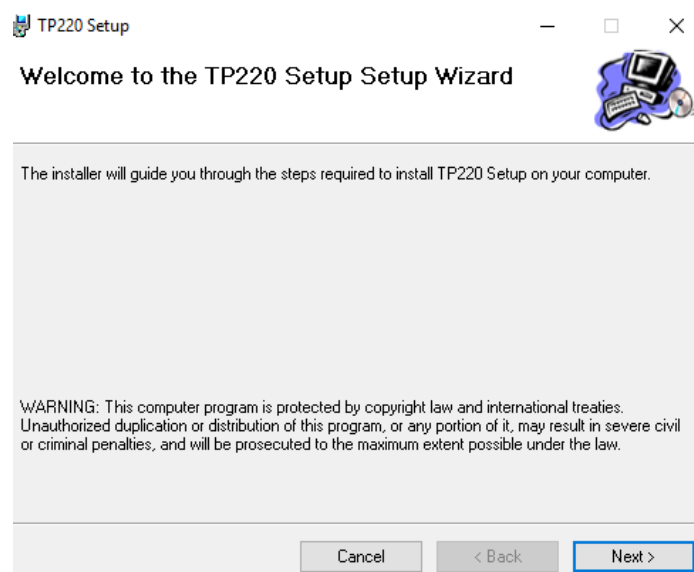

Figura 7. Inicio de la instalación de TP220.
- ✓ Clic en siguiente (Next) ver figura 7.